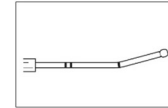

Figura 5: Flexión esfenoidal
- **Senos esfenoidales:** Para tratar los orificios del seno esfenoidal, se recomienda utilizar una flexión ligera (figura 5).